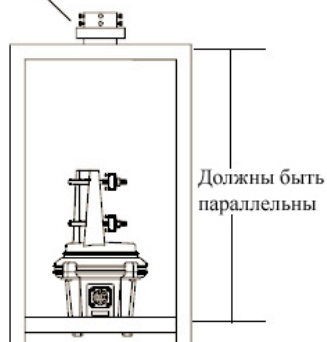

Рисунок 4
2. Если планируется использовать упорную втулку (например, дополнительную комплектующую от Yaesu модели GS-065), установите ее на верхушке опоры (см. Рисунок 4) с помощью крепежной арматуры из комплекта поставки.